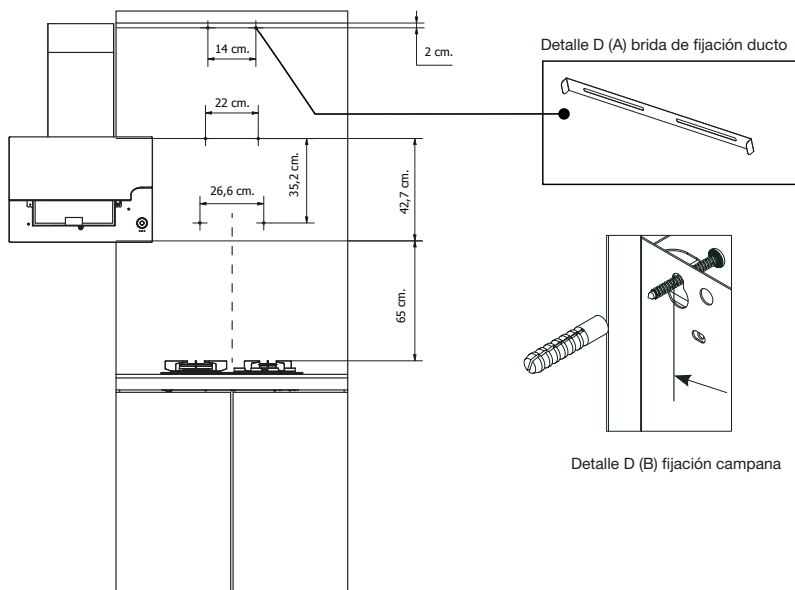

Fig. 9
- (1) Para garantizar el centrado de la campana con la estufa, trace una línea vertical en la pared lo más alto posible (Ver imagen de referencia fig.9). Esta línea de referencia debe ser ubicada teniendo en cuenta la mitad de la estufa o la mitad del espacio donde se va a posicionar la campana.